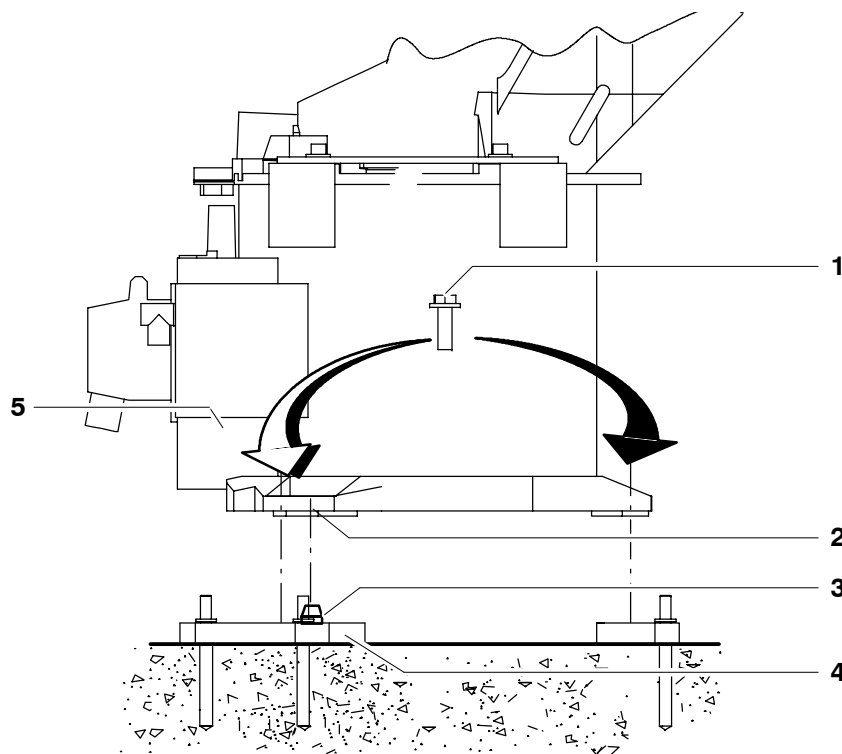

Fig. 61 Montage du manipulateur au sol
- (3) Poser le manipulateur verticalement (Fig. 61/5) sur les plaques de fondation (4) ou la construction en acier. Si le manipulateur est posé à l'aide d'un dispositif de levage, il est impératif qu'il soit exactement à la verticale pour empêcher un endommagement des boulons.